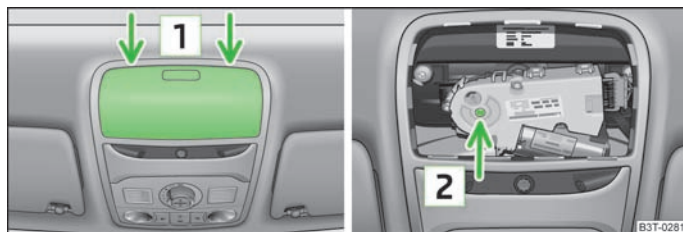

Fig. 31 Imagine din plafon/punct de aplicare a cheii
Când instalația este defectă, trapa panoramică poate fi închisă respectiv deschisă manual. Acționarea de urgență a trapei panoramice se află sub compartimentul pentru ochelari **1** » fig. 31.
- Introduceți o șurubelniță de cca. 5 mm lățime în fantă, cu atenție, în locul marcat cu săgeți **1** » fig. 31.